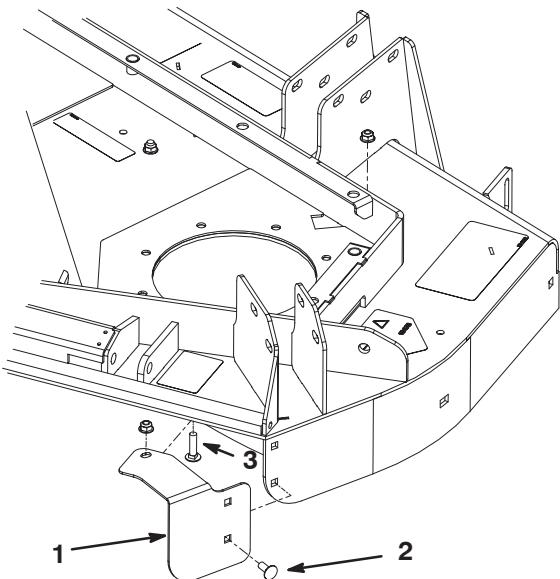

Figura 3
- Monte a parte lateral do resguardo para o pé direito no canto posterior direito da unidade de corte, utilizando (2) parafusos de carroçaria de 5/16 x 3/4 pol. e porcas flangeadas. Posicione o resguardo e os parafusos e porcas como se mostra na Figura 3.
- Monte a parte superior do resguardo para o pé na unidade de corte, utilizando um parafuso de carroçaria de 5/16 x 3/4 pol. e uma porca flangeada. Coloque os parafusos e porcas como se mostra na Figura 3.